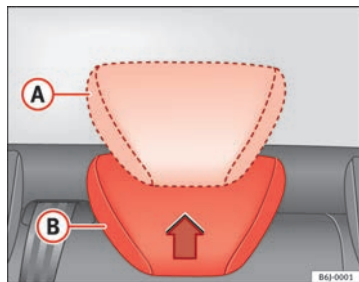

Fig. 5 Regulação dos encostos de cabeça traseiros
- Posição elevada ou de utilização (A) ⇒ Fig. 5. Nesta posição, o encosto de cabeça funciona como um encosto de cabeça convencional, protegendo juntamente com o cinto de segurança os passageiros dos lugares traseiros.
- Posição de repouso, não utilização (B) ⇒ Fig. 5. Esta posição facilita a visibilidade traseira por parte do condutor.